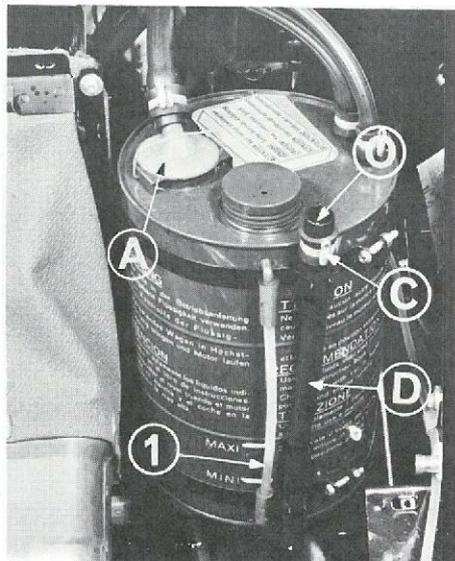
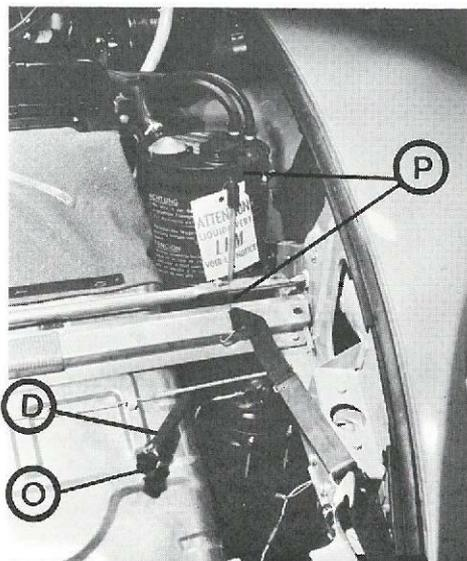

Abb. 5
Abb. 5A
Ihr Stand in dem neben dem Kühler liegenden Behälter muß zwischen „mini“ und „maxi“ der durchsichtigen Skala ① (Abb. 5) liegen.
Prüfen Sie dann, ob die Flüssigkeit zwischen den Markierungen „mini“ und „maxi“ der durchsichtigen Skala (Abb. 5) unbeweglich stehen bleibt.
Um den Behälter zu entleeren, bringen Sie den Wagen vorher in Niedrigstellung und öffnen Sie die Entlüftungsschraube des Druckreglers. Dann lösen Sie Schelle C am oberen Ende des Schlauches D (Abb. 5), der hierfür vorgesehen ist. Ziehen Sie den Schlauch aus den Klemmen P (Abb. 5A), indem Sie ihn nach unten klappen. Entfernen Sie Stopfen O (Abb. 5 und 5A), damit die sich im Behälter befindliche Flüssigkeit abfließen kann.